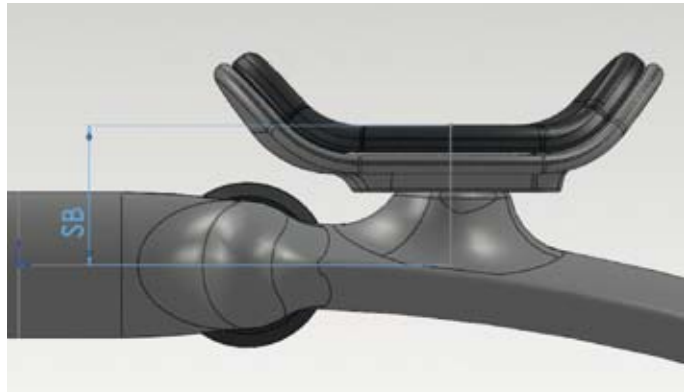

Bild 3a
- Stack (SB) und Reach (RB) Ihres Lenkers (Bild 3a und 3b).